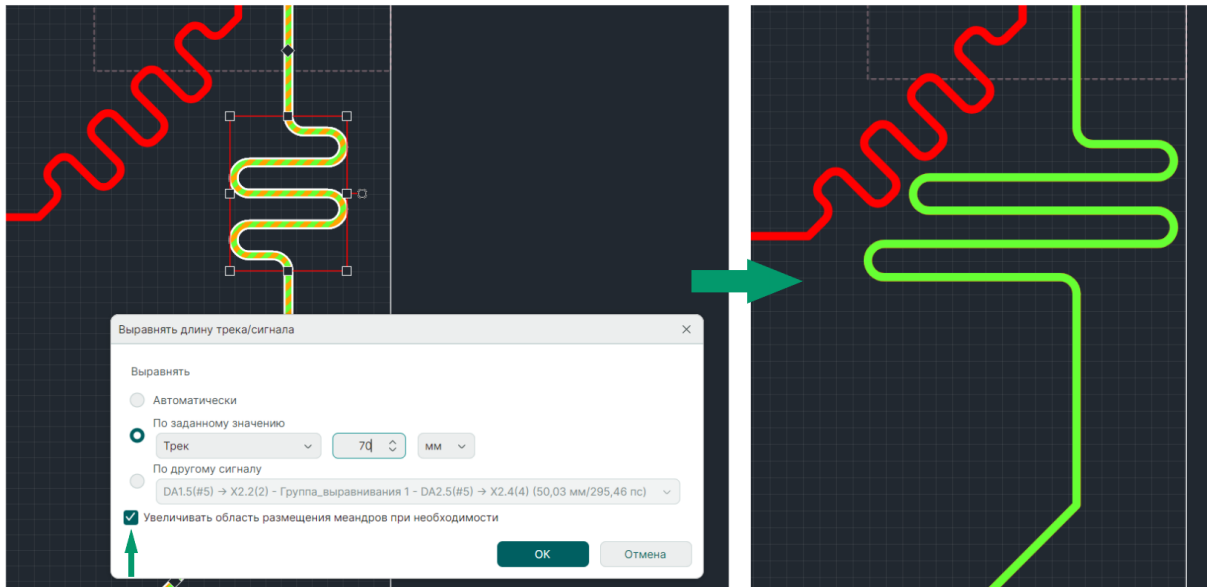

Рис. 395 Увеличение области размещения меандра
- Для коррекции расположенных меандров в сторону увеличения длины (высоты волн меандра) в чек-боксе «Увеличивать область размещения меандра при необходимости» должен быть установлен флаг. Увеличение области размещения меандра по ширине (по количеству волн меандра) не производится, см. Рис. 395.